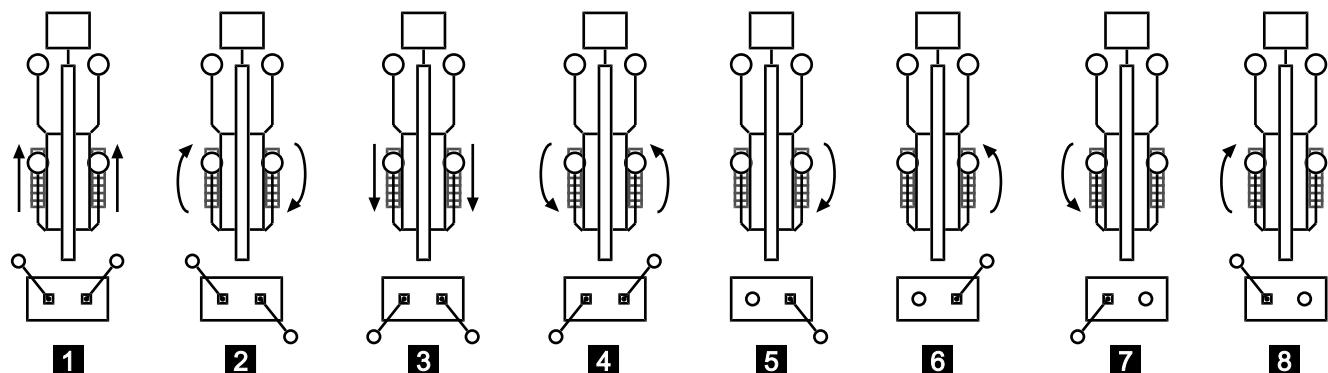

Abb. 103
- Die maximale Schrägstellung der Maschine beachten (Abb.103).